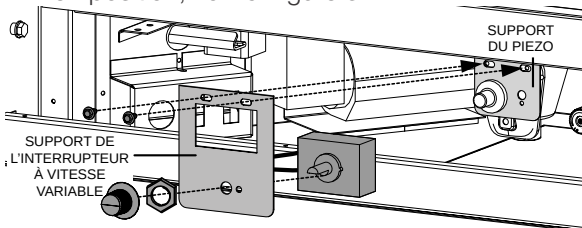

Fig. 3
H. Installez le support IVV puis fixer en place utilisant les deux vis précédemment enlever, Figure 3. Pour installer l'IVV le support de l'interrupteur à vitesse variable doivent être installé, enlever les deux vis du support du piezo.
I. L'interrupteur à vitesse variable (IVV) doivent être démonté pour fixer au support IVV pour l'installation. Placez l'IVV entre le support puis fixer utilisant le rondelle de blocage. Prenez le bouton de l'interrupteur et installez-le en position, voir la Figure 3.